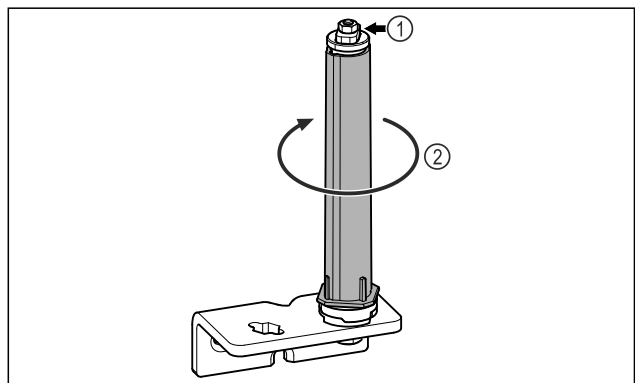

Fig. 29
- ▶ Türschließsystem Fig. 29 (1) nicht zerlegen.
- ▶ Schließsystem Fig. 29 (2) drehen, bis es klickt.